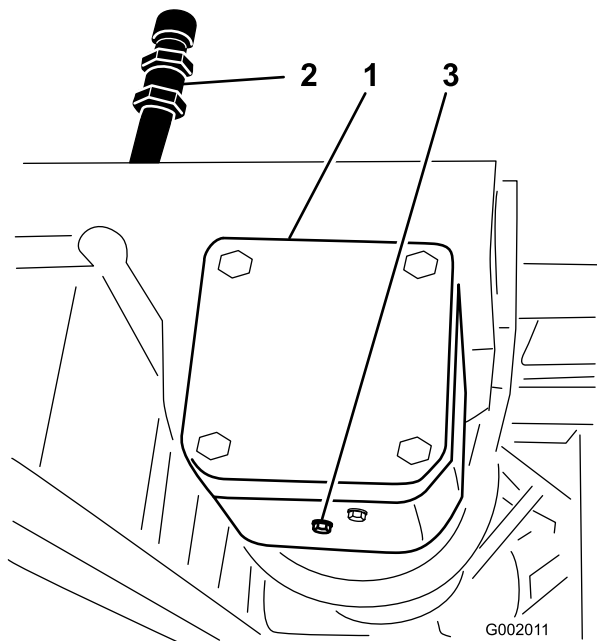

Figure 71
2. Placez un bac de vidange sous le bouchon de vidange du boîtier d'engrenages (Figure 71).
- Retirez les bouchons de remplissage et de vidange (Figure 71) pour permettre à l'huile de s'écouler dans le bac.